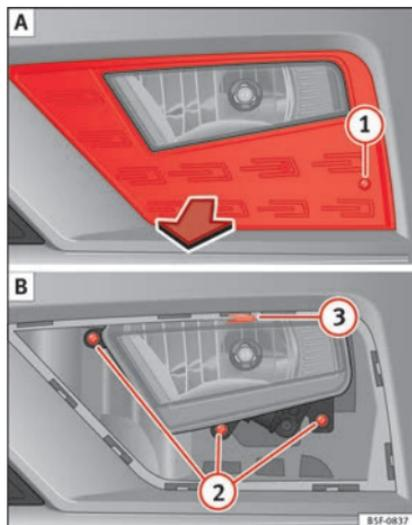
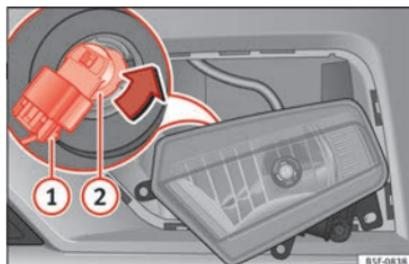

Fig. 109 Faro fendinebbia: estrarre la griglia.
Fig. 110 Faro fendinebbia: smontaggio del supporto lampade
1. Rimuovere la vite » fig. 109 ① A della griglia del faro fendinebbia servendosi di un cacciavite ed estrarre la griglia.
2. Rimuovere le 3 viti » fig. 109 ② B.
3. Rimuovere la graffa metallica situata nella parte superiore del faro fendinebbia tirando verso l'esterno del veicolo ③ B ed estrarre il faro fendinebbia.
4. Estrarre il connettore » fig. 110 ① dalla lampada.
5. Ruotare il portalamпада ② verso sinistra e tirare.